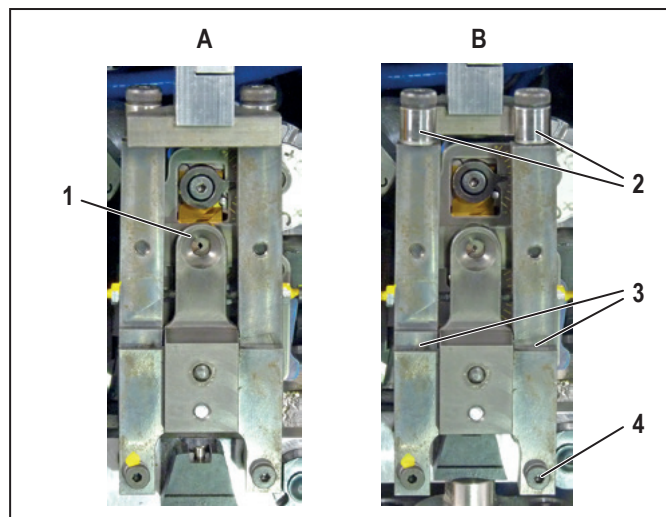

Figure 7.3 Unitatea de fixare a cablului torsadat în poziția de operare (A) și deplasată spre față (B)
- Trageți în față unitatea de fixare a cablului torsadat (Figure 7.3, B).
- Verificați dacă rolele (2) se pot mișca liber.
- Lubrifiați punctele pivotante (3) ale unității de fixare a cablului torsadat.
- ▶ Asigurați-vă că unitatea de fixare a cablului torsadat se situează în poziția frontală (Figure 7.3, B).
- ▶ Scoateți șurubul din dreapta jos al unității de fixare a cablului torsadat (Figure 7.3, 4).